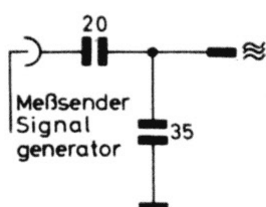

Fig. 9
- Beim AM-Abgleich künstliche Antenne, Fig. 9 verwenden.
- For AM alignment use dummy antenna, see fig. 9.